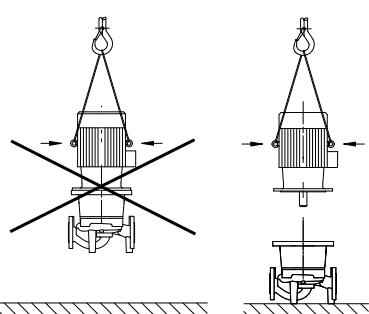

Fig. 20: Moottorin kuljetus
- **Käytä moottorissa olevia nostosilmukoita vain moottorikuorman kannatteluun, älä ripusta koko pumpun painoa niiden varaan (Fig. 20).**